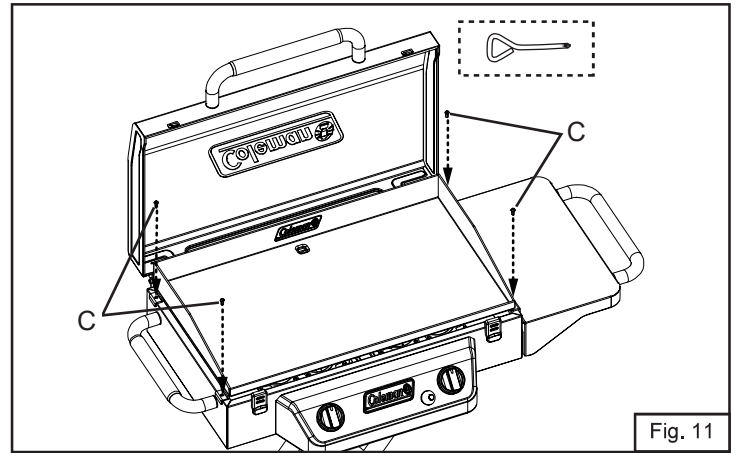

Fig. 11
11. Gire los tornillos en el sentido de las agujas del reloj para fijar la plancha (Fig. 11 ).